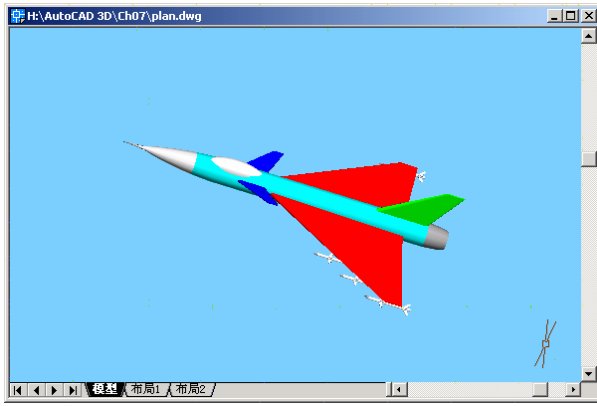

图 6-66 使用纯色背景
(1)选择“纯色”单选按钮，可以将背景设置为单一的颜色，并且可以在“颜色”组框中进行颜色设置。图 6-66 所示渲染图像中使用了浅蓝色作为渲染背景。
①在“颜色”组框中，可以分别设置“上”、“中”、“下”三个区域的颜色。